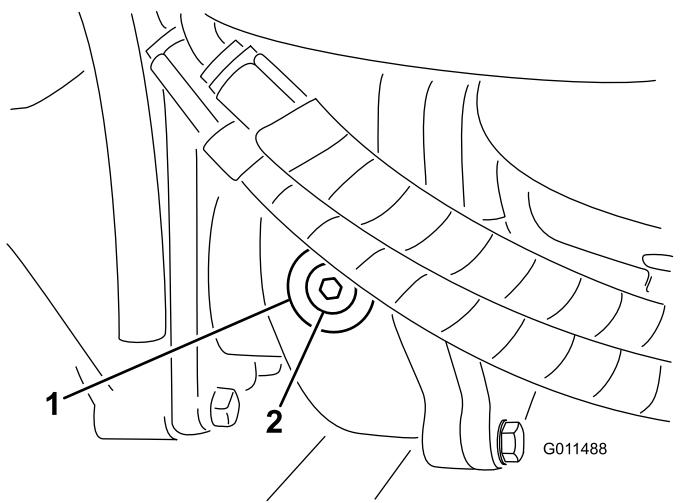

Figure 16
2. Enlevez le bouchon de contrôle/remplissage du côté gauche du boîtier d'engrenages et vérifiez que le lubrifiant atteint la base de l'orifice (Figure 16).